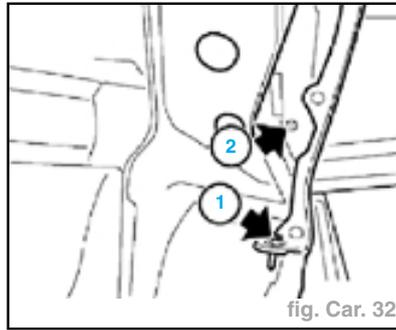

fig. Car. 32
- Déposer dans le passage de roue les vis de fixation du panneau d'aile avant sur la doublure de longeron (1) et le bas du pied avant (2) (fig. Car. 32).